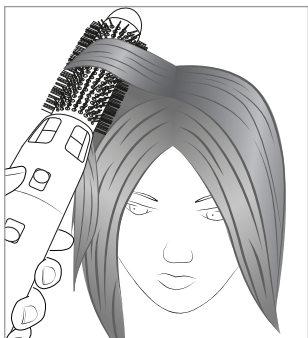

Abb. 7
- ▶ Sie können zudem mehr Fülle am Haaransatz erzielen, wenn Sie die Rundbürste **11** für einige Sekunden einfach nur unterhalb der Strähne an den Haaransatz halten (s. Abb. 7).